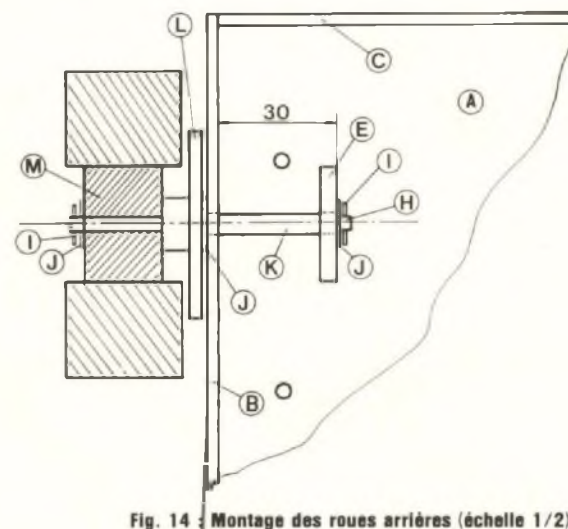

Fig. 14 : Montage des roues arrière (échelle 1/2).
aidant de la figure 14, collez l'ensemble tube et pièce E au châssis. Procédez de la même manière pour l'autre côté. Dans une barre d'acier doux de 4 mm de diamètre, coupez deux morceaux de 72 mm de longueur. Percez un trou de 1 mm de diamètre à 2 mm de chaque extrémité et enfoncez de force dans l'un de ces trous un petit morceau de corde à piano de 10/10 (i). Mettez une rondelle (J) et glissez cet ensemble dans le tube après y avoir introduit une petite quantité de graisse aux silicones.